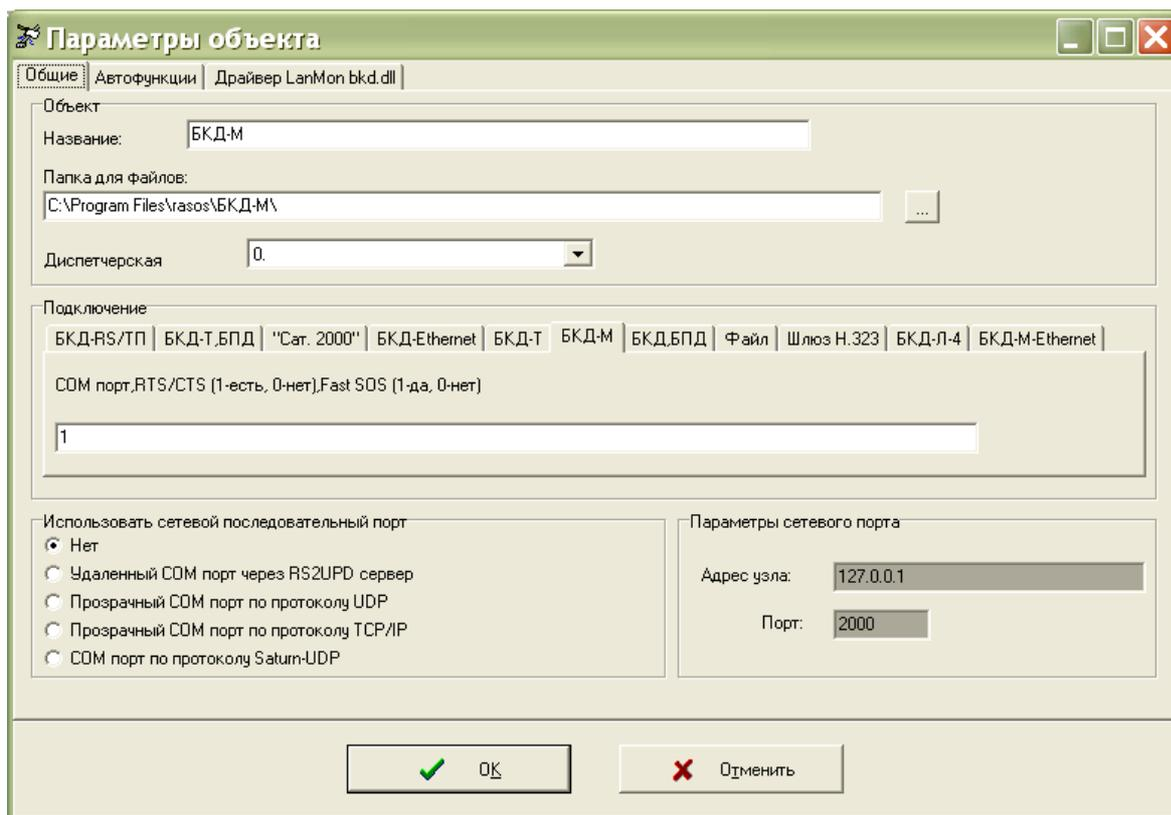

Рисунок 17
Создать подключение к БКД-М, указать номер СОМ порта ПЭВМ, к которому подключен БКД-М (рисунок 17).
Создать подключение к БКД-М, указать номер COM порта ПЭВМ, к которому подключен БКД-М (рисунок 17).
- 2) Подключиться программой RASOS к блоку БКД-М (рисунок 17).